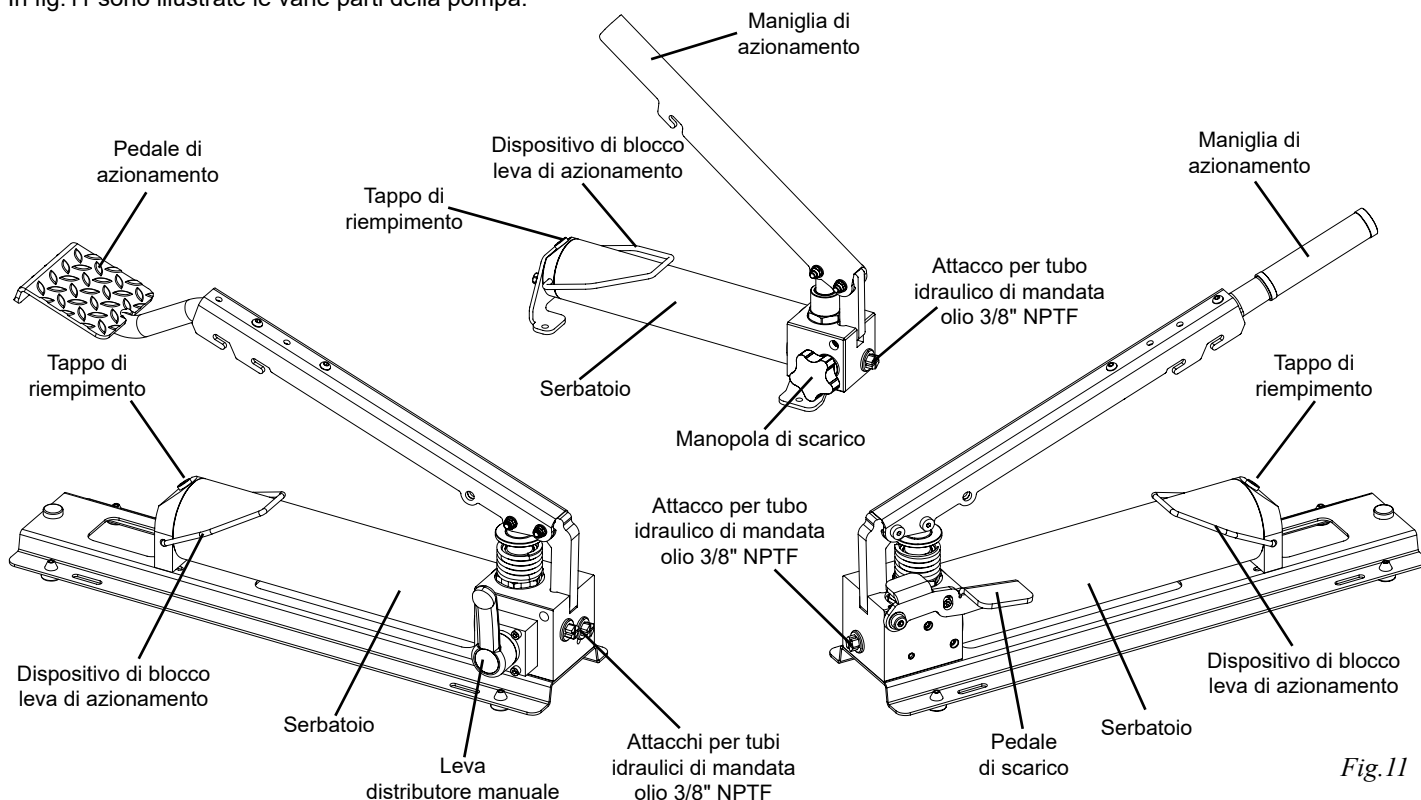

Fig.11
In fig.11 sono illustrate le varie parti della pompa.
- Non usare il tubo per muovere l'attrezzatura ad esso collegata. Per spostare la pompa afferrarla dalla leva di azionamento dopo averla bloccata con l'apposito dispositivo di blocco (fig.11, pag.7)